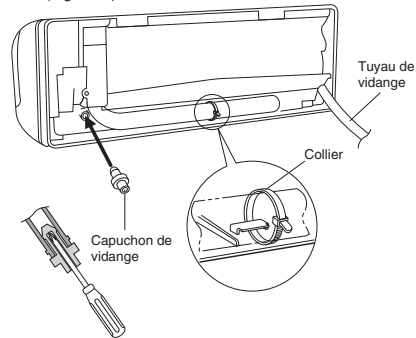

Fig. 3-65
- (d) Fixer à nouveau le tuyau de vidange sur le côté gauche et le capuchon de vidange sur le côté droit. (Fig. 3-65)